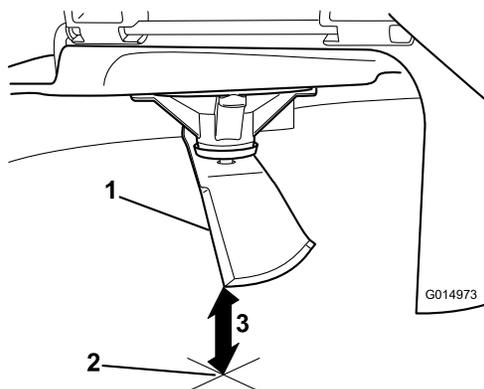

Figura 80
5. Mida desde la punta de la cuchilla hasta la superficie plana (Figura 80).